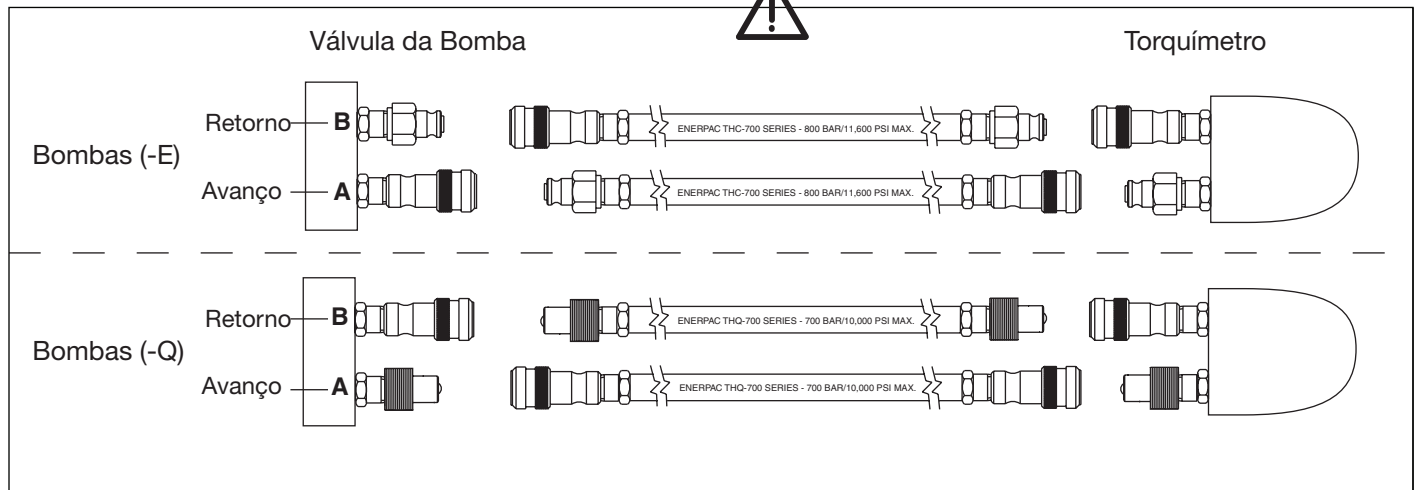

Figura 5, Detalhes da Mangueira
Conecte as mangueiras conforme mostrado na Figura 5.
2. Bombas tipo (-Q) para Torquímetro Enerpac S e W e outras marcas. Use as mangueiras com as marcas "Enerpac THQ-700 series - 700 bar/10.000 psi max." Os engates devem ser polarizados, conforme Figura 5 para garantir a operação correta do torquímetro. Garanta que as conexões estão totalmente engatadas e apertadas, antes da operação. Acoplamento parcial das conexões não vai permitir a operação correta do torquímetro.